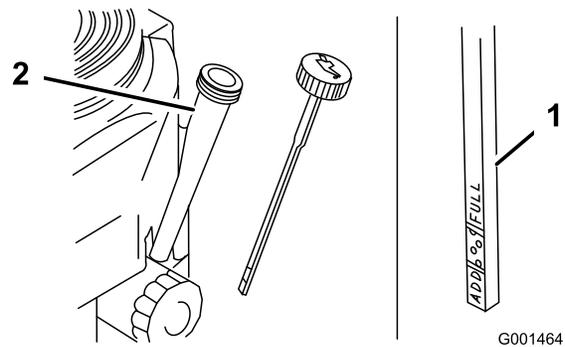

Figure 22
5. Dévissez la jauge d'huile et essuyez soigneusement son extrémité (Figure 22).
6. Remettez la jauge au fond du tube de remplissage, mais sans la visser (Figure 22).
4. Nettoyez la surface autour de la jauge d'huile (Figure 22) pour éviter que des impuretés tombent dans l'orifice de remplissage et endommagent le moteur.
9. Versez avec précaution environ 80 % de la quantité d'huile spécifiée dans le goulot de remplissage (Figure 22).